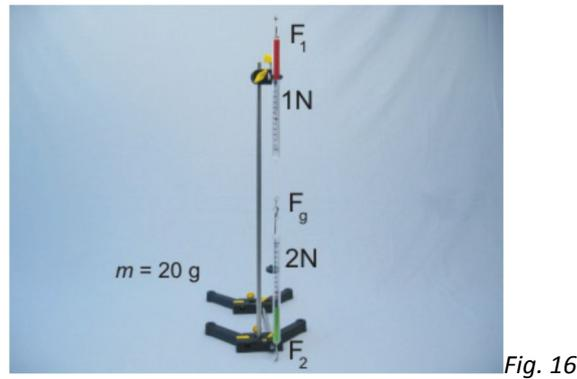

Fig. 16
- Appendi il dinamometro da 2 N al contrario al gancio dell'altro dinamometro e tiralo verso il basso diverse volte con forze diverse (Fig. 16).